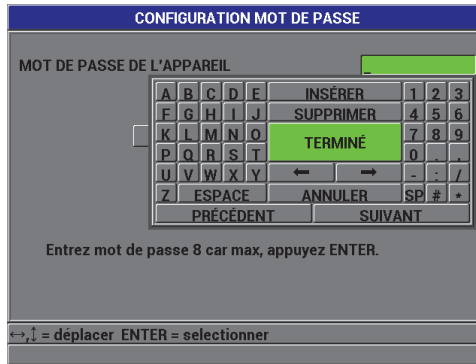

Figure 5-10 Écran CONFIGURATION MOT DE PASSE
2. Dans l'écran **CONFIGURATION MOT DE PASSE** (voir la Figure 5-10 à la page 113), entrez un mot de passe composé de huit caractères alphanumériques dans le champ **MOT DE PASSE DE L'APPAREIL**.